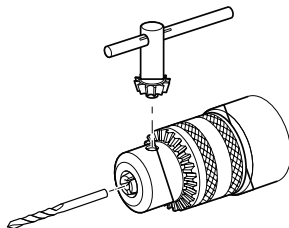

IMAGEN 2
7.2 Acoplamiento de la broca o punta para atornillar Portabrocas con llave (IMAGEN 2)